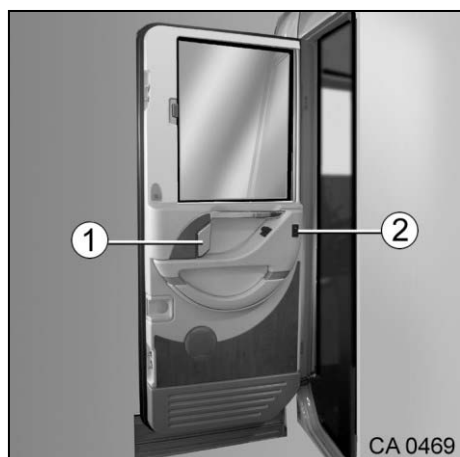

Fig. 59 Intérieur de la portière de cabine
1. Tirer sur la poignée (Fig. 59/1). Le verrou de la portière est automatiquement déverrouillé.
1. Actionner le bouton-poussoir (Fig. 59/2). La fenêtre s'ouvre/se ferme automatiquement.